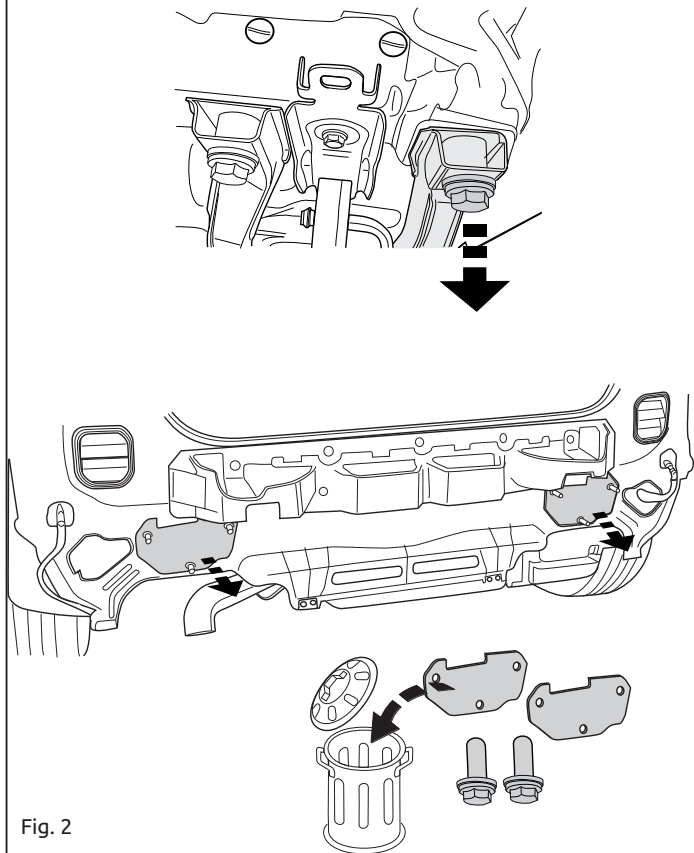

Fig. 2
**AD-Blue:** Снять детали, указанные в рис. 2.